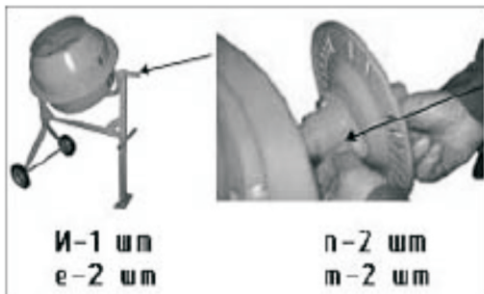

Рис. 11.
6.11. Используя 2 болта (е), 2 гайки (п) и 2 шайбы (т), установите диск фиксатора (И) закрепив его на хвостовике скобы (Г) (показано стрелкой на Рис.11).